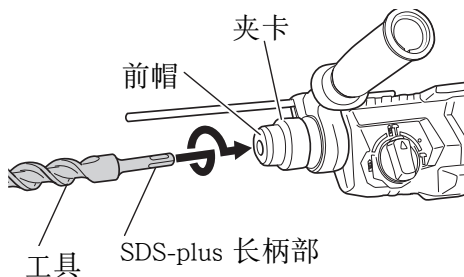

图 1
### 4. 安装工具 (图 1)
#### (2) 旋转工具将其插入前帽的孔内直至插锁插紧。(图 1)